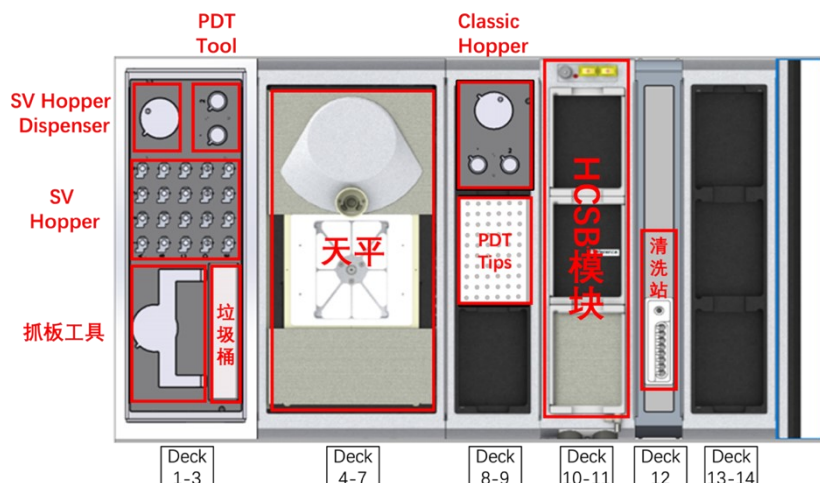

图 6-2-16
- d) 台面信息确认 (Configure Deck): 为已确定的实验步骤 Workflow 定义台上的化合物的目标板位和源位置, 会按照默认顺序先后定义 Libraries 和 Sources。默认台面配置如图 6-2-16, 未标注为空位 (注意, Deck13-14 对应的三个板位只有 H6T 能够到达) :